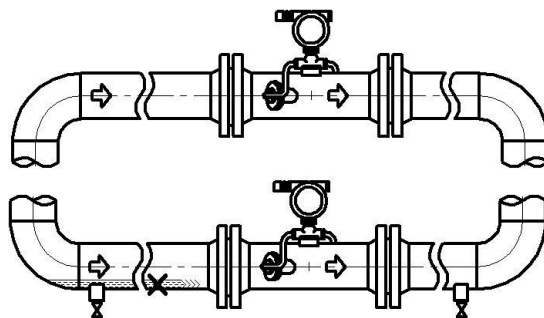

Рисунок 4. Установка датчика на газопроводе
2.3.1 Датчик следует располагать таким образом, чтобы исключить скопление конденсата и механических примесей в корпусе и местах расположения ПА (рисунок 4).